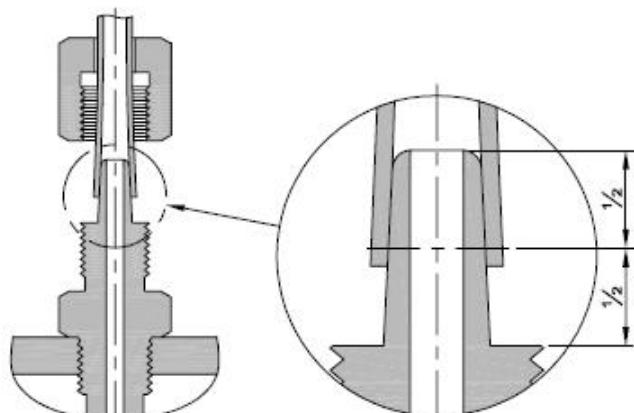

Рис.12 Подключение трубы PTFE
- Надеть разваликованный конец трубы PTFE на штуцер таким образом, чтобы трубка закрывала чуть более половины длины штуцера, как это показано на рис.12, затем надеть и до упора закрутить накидную гайку. Гайку закручивать пальцами, использовать инструмент (ключ и т.п.) допускается только для откручивания гайки.